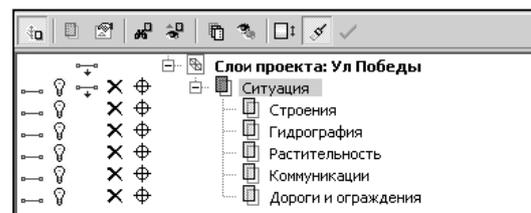

Рис. 76
3. После импорта выполните команду **Показать все**. Переименуйте созданный проект на ул **Победы**. Выберите созданный проект, и замените имя слоя **Слой1** на **Ситуация**. Создайте новые слои в соответствии с тематическими объектами, расположенными на абрисе. Внешний вид окна **Слои** должен соответствовать рис. 76.